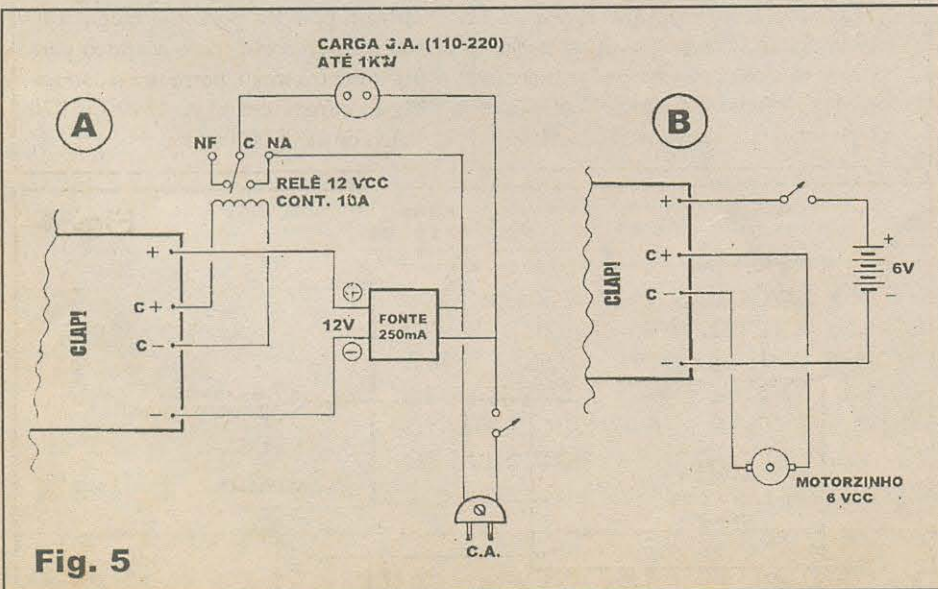

Fig. 5
- FIG. 5 - DIAGRAMAS BÁSICOS DE UTILIZAÇÃO E OPÇÕES PRÁTICAS... - A utilização básica do CLAP! é elementar: conecta-se a alimentação e a carga, com respeito às polaridades (e limites/tensões/correntes...) e... pronto! Um teste rápido pode ser feito, batendo palmas (uma única batida, de cada vez...) a uns dois metros de distância do sensor/capsula de cristal... A condição da